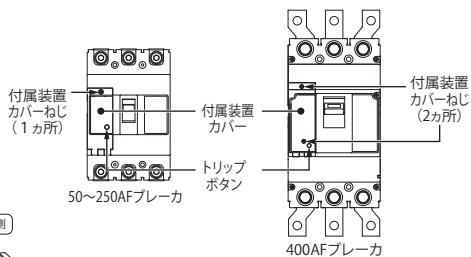
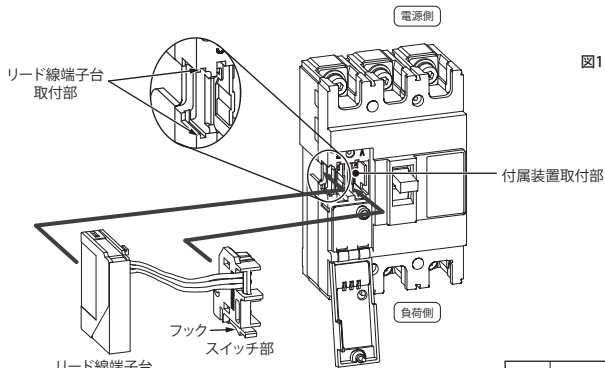
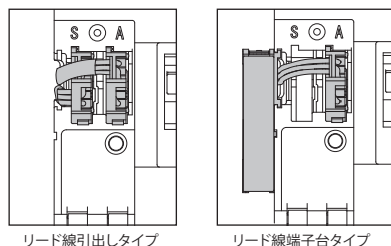

図1 ブレーカ各部の名称
図2 取付例(リード線端子台タイプ)
図4 付属装置取付け状態
①ブレーカの電源側、負荷側およびカセット付属装置が無電圧になっていることを確認してから、トリップボタンを押してブレーカをトリップさせてください。(図1)
②付属装置カバーねじをゆるめ付属装置カバーを開けてください。(図1、図2)
③付属装置を取付ける(図2、図4)